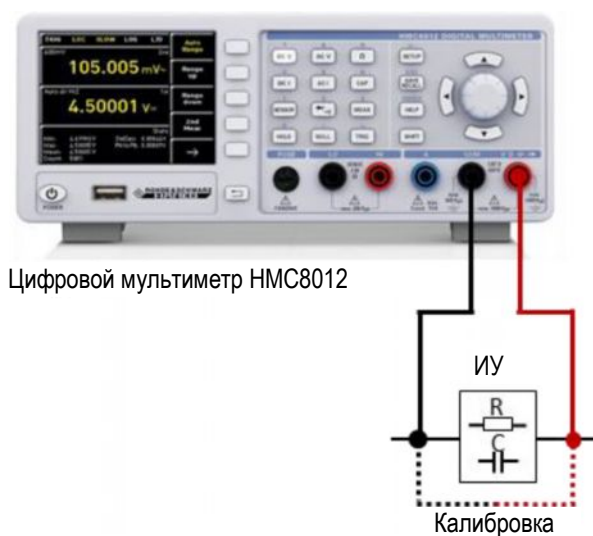

Рис. 2-10 – Измерение сопротивления и емкости с помощью цифрового мультиметра НМС8012
- На передней панели прибора подключите измерительный кабель к соответствующим гнездам **COM** и **V**, как показано на рис. 2-10.